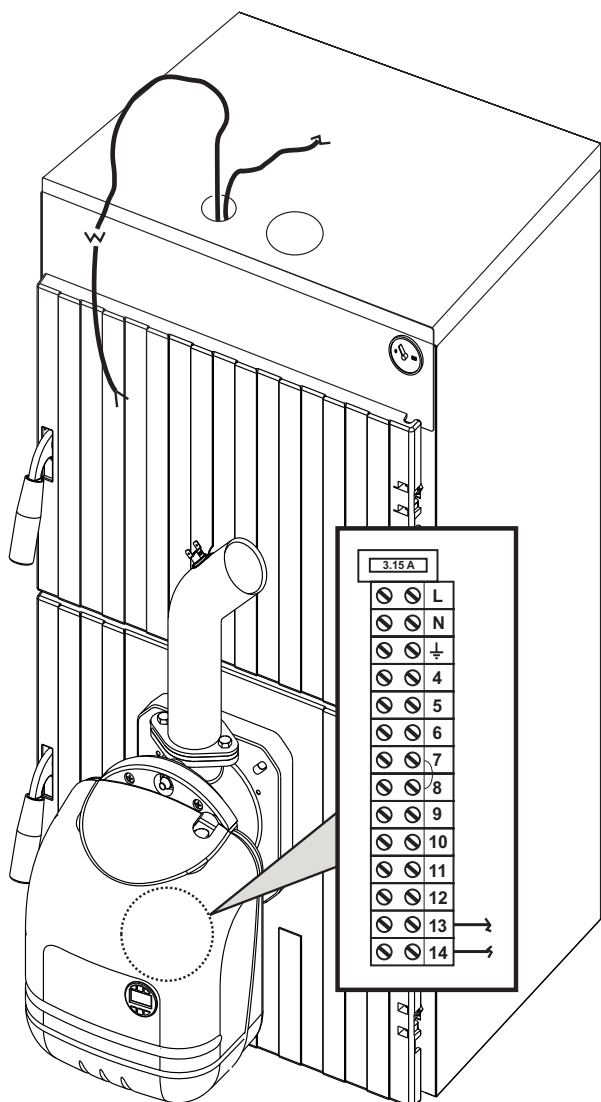

fig. 13
- Posizionare il coperchio caldaia e far fuoriuscire il cavo dal foro come indicato in fig. 13.